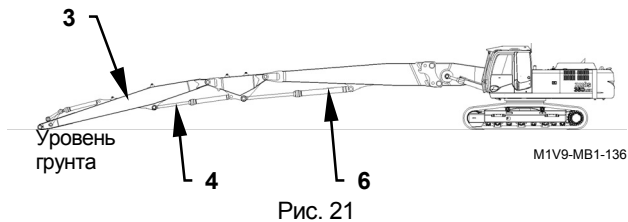

Рис. 21
1. Приводят в работу двигатель и устанавливают экскаватор в положение, указанное на рис. 21.
- Удлиняют гидроцилиндр (6) средней части рукояти до максима.
- Приводят рукояточный гидроцилиндр (4) в длину на 50 мм короче максимальной (чтобы создать возможность легко вынуть палец крепления гидроцилиндра)
- Опускают конец рукояти (3) на грунт.
2. Приподнимают краном рукояточный гидроцилиндр (4). Не надо его сильно подтягивать канатом, а просто придерживают гидроцилиндр (4).
4. Вынимают палец, соединяющий рукоять (3) и ее гидроцилиндр (4).
5. Запускают двигатель и приводят рукояточный гидроцилиндр (4) в минимальную длину.